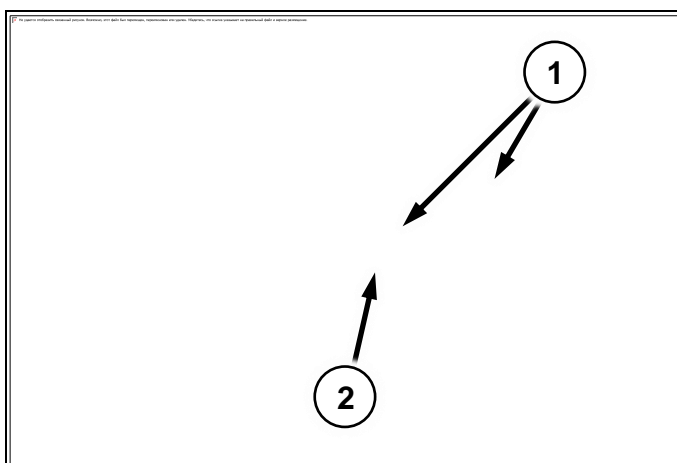

Рис. 119
2. Расконтрите гайки (Рис. 119/1) до того момента пока болт (Рис. 119/2) не будет свободен